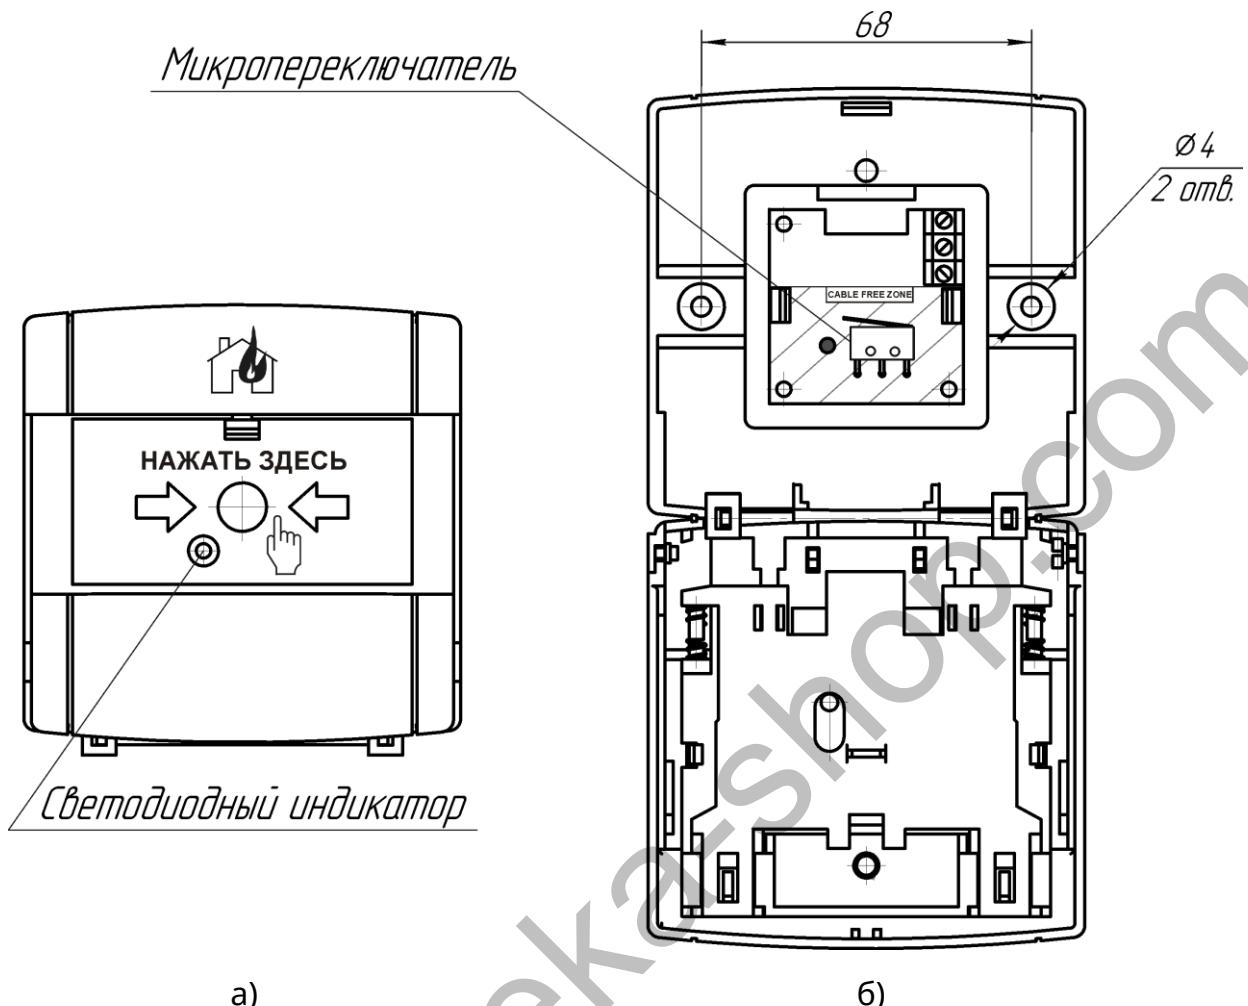

Рисунок 1 - Внешний вид (а) и внутренняя компоновка (б) извещателей. В зоне заштрихованного участка платы не допускается прокладка кабелей (проводов).
3.1 Для монтажа извещателей необходимо открыть извещатель нажатием ключа на крючок в верхней части извещателя, протянуть провода внутрь извещателя и закрепить его на стене помещения с помощью дюбелей и винтов (см. рис. 1). Подключение извещателей проводится согласно схеме, приведенной на рисунке 2. Рекомендованное сечение проводов от 0,28 до 1,0 мм^2 .